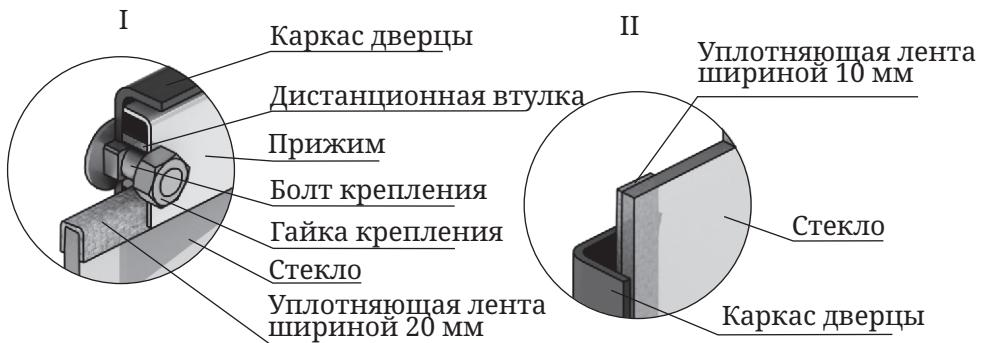

Рисунок 16. Крепление светорозрачного экрана дверцы модификации «Витра»
3. Возьмите новое стекло. Если на нем нет уплотняющих лент, наклейте их, лента шириной 20 мм наклеивается сверху и снизу стекла «П» - образно (рисунок 16.I), лента шириной 10 мм наклеивается вертикально, вдоль боковых сторон стекла (рисунок 16.II).
4. Вставьте стекло в упор, при этом лента, наклеенная с боковых сторон (вертикальная) должна быть зажата между стеклом и каркасом дверцы (рисунок 16.II).
*Внимание! Гайки, крепящие прижим накручиваются на болты крепления через дистанционные втулки (рисунок 16.I).*